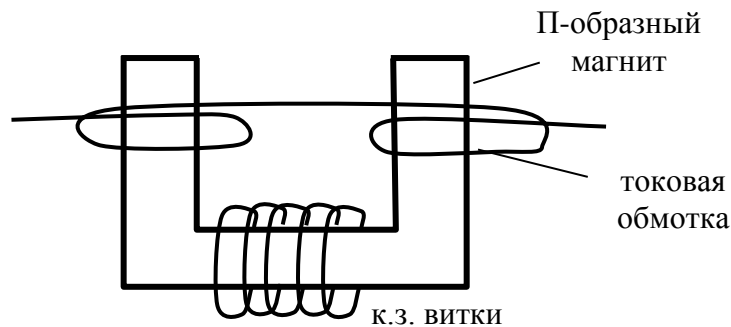

Рисунок 5
- 2) Короткозамкнутые веки на П – образном магнитопроводе для грубой регулировки (рисунок 5)
- 3) Короткозамкнутый виток с регулируемым сопротивлением для точной регулировки (рисунок 5)